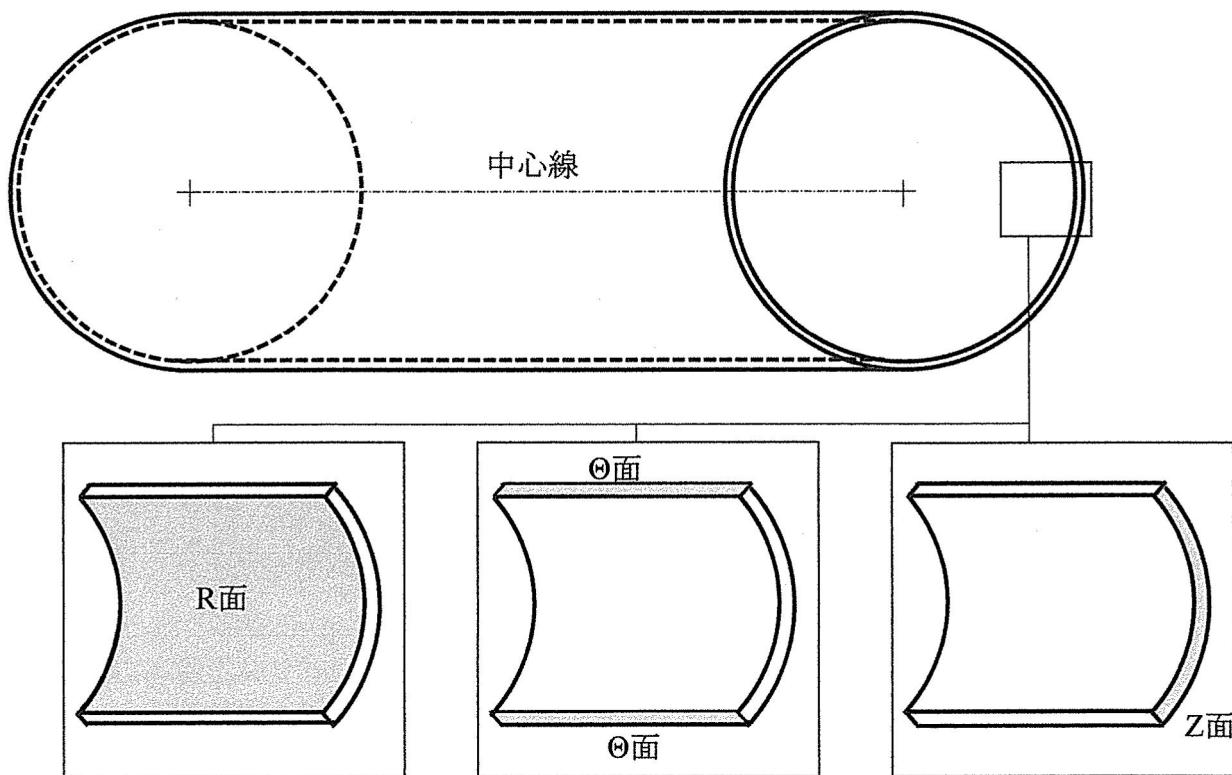

図2 円管の (a) R面, (b) Θ 面, (c) Z面
- (1) 1本目の管を、長手方向に引張って降伏させるために、必要な荷重 [N]を予想せよ。
- (2) 2本目の管を、長手方向に引張りかつ長手方向の軸周りにねじって降伏させるために、必要なせん断応力 τ [MPa]を予想せよ。ただし、この管の断面 (Z面) には、せん断応力 τ と引張応力 σ が生じており、 $\sigma=2\tau$ の条件になっている。 Θ 面には、Z面のせん断応力と共にせん断応力が生じていて、また Θ 面には垂直応力は作用していない。R面は応力のない面である。円管のR面、 Θ 面、Z面の場所について図2に模式的に示す。
- (3) 上記の問い合わせ (2) に記述した応力状態に対する3個のモールの応力円を示せ。さらに R面、 Θ 面、Z面で生じている応力状態を示す点を、これらのモールの応力円上にプロットし、点の近くにR面、 Θ 面、Z面と記せ。ただし、管をねじる方向は、時計周りでも反時計周りでも構わない。